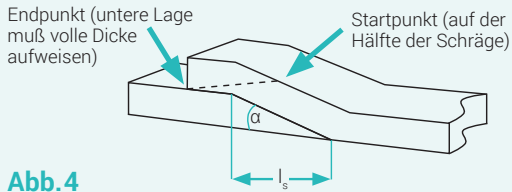

Abb. 4
- Dichtungsband über den zuvor abgeschrägten Anfang legen und ca. 14 mm überlappen lassen (Abb. 4).
- Für den zweiten Schrägschnitt einen Start- und Endpunkt markieren (Abb. 4).